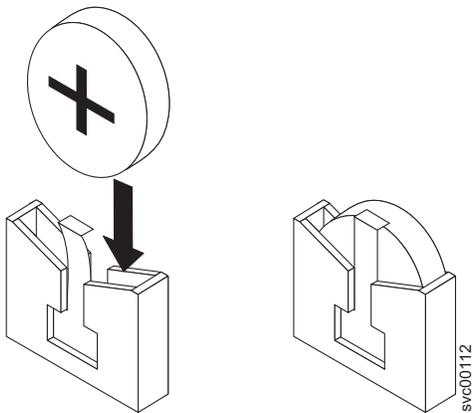

図 145. CMOS バッテリー・ソケット
- c. 図 145 に示すように、バッテリーが所定の位置に収まるまで下方にスライドさせます。